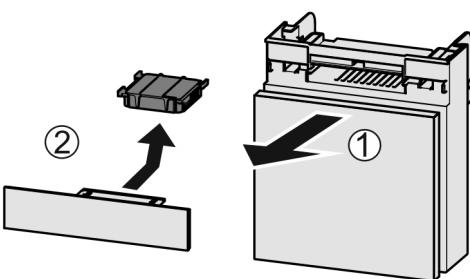

Fig. 102
- ▶ Издърпайте Fig. 102 (1) напред от отделението.
- ▶ Извадете Fig. 102 (2) филтъра с активен въглен.